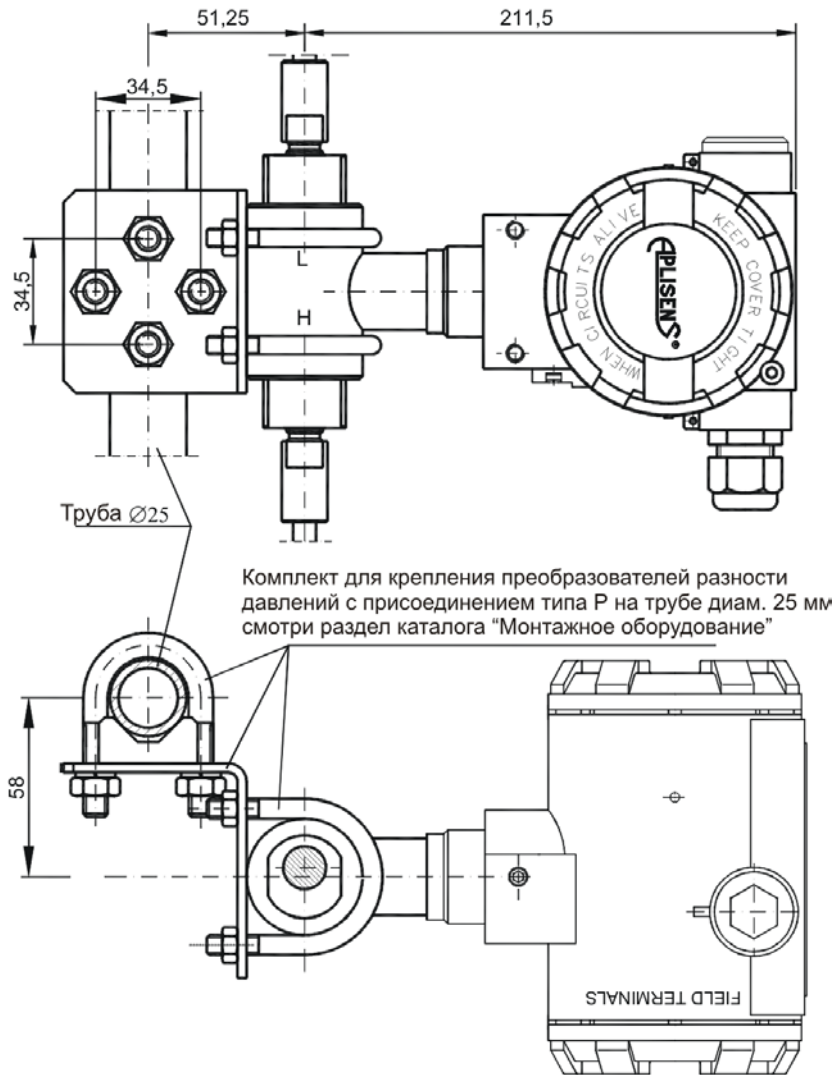

Рисунок 13 - Пример способа монтажа преобразователей APR-2200AL с двумя дистанционными разделителями
8.12.2 Преобразователи APR-2000/ALW, APR-2200/ALW можно монтировать при помощи комплекта монтажных частей «Крепление Ø25» (рисунок 13) к трубе Ø25 или к плоской поверхности при помощи уголка.